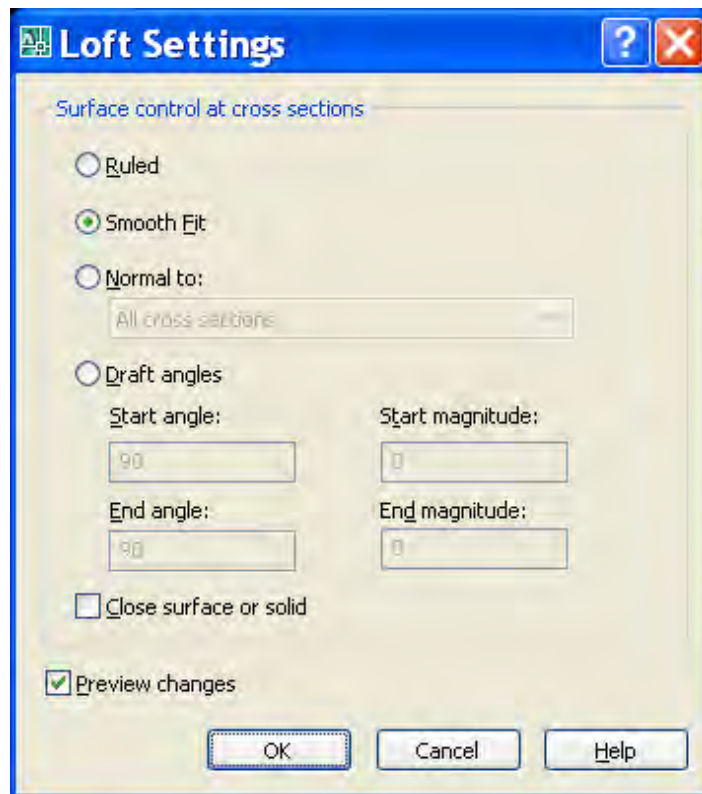

Рис. 64. Диалоговое окно **Loft Setting**
6. Далее появится диалоговое окно установки параметров команды (рис. 64).